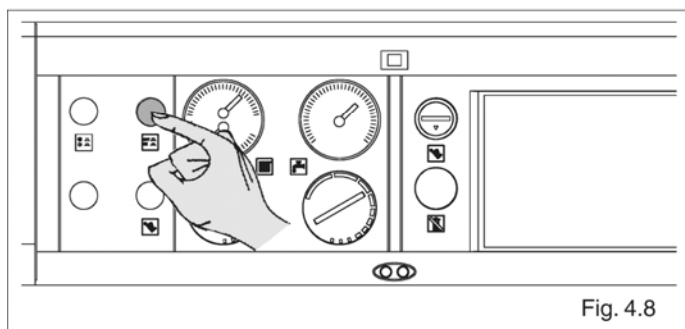

Fig. 4.8
- при выключении и последующем включении главного выключателя на панели управления (рис. 4.8);